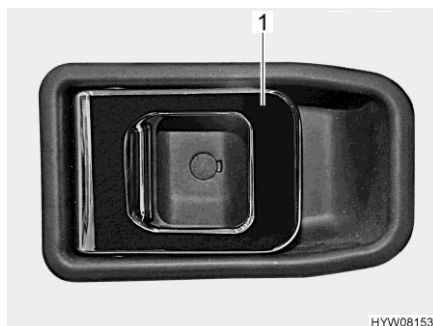

Fig. 50 Serratura della porta (porta conducente, lato interno)
- Apertura:** ■ Tirare la maniglia (Fig. 50,1). La serratura della porta si sblocca o apre.
- Bloccaggio:** ■ Premere la maniglia (Fig. 50,1). La serratura della porta è bloccata.